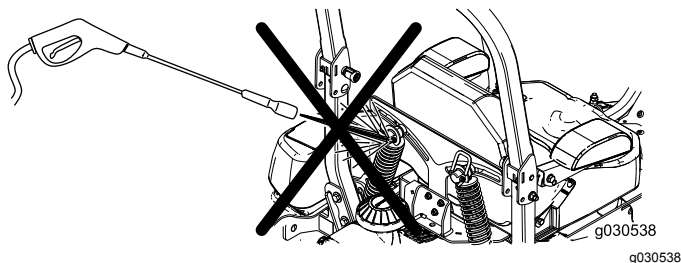

Figure 79
**Remarque:** Ne nettoyez pas les amortisseurs au jet d'eau (Figure 79).